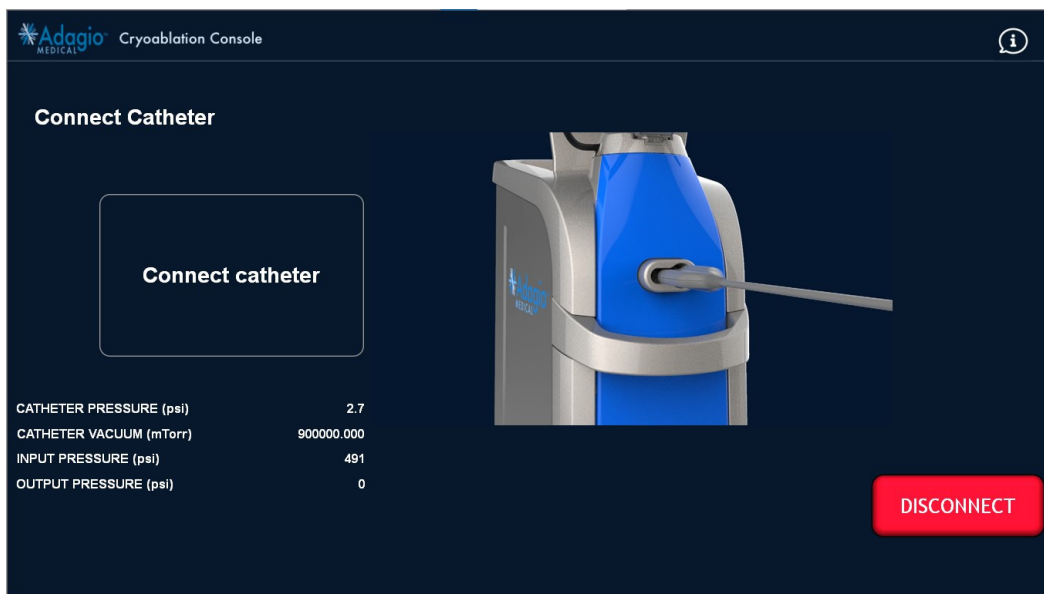

Abbildung 30 – Bildschirmanzeige: Aufforderung zum Anschließen des Katheters
7. Den Katheter wie auf dem Bildschirm dargestellt (Abbildung 30) anschließen. Lässt sich der Katheter nicht anschließen, auf die Schaltfläche „DISCONNECT“ (Trennen) drücken.